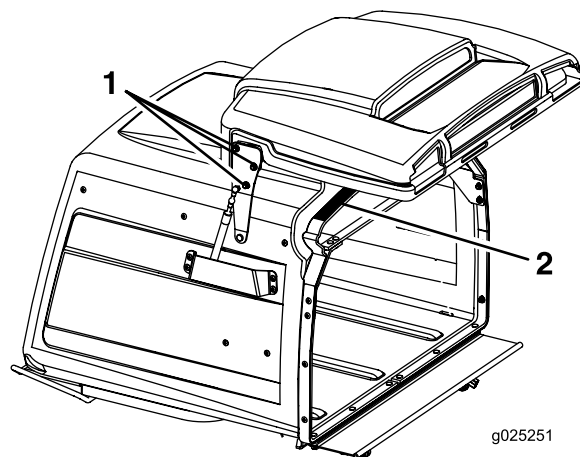

Figura 69
3. Afloje las seis tuercas de la bisagra de la puerta (Figura 69).
4. Abra la puerta y coloque una tira de goma de 9,5 mm o una manguera de 9,5 mm de entre la tolva y la puerta de la tolva (Figura 69).